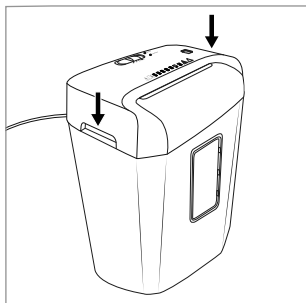

Fig. 1
- ▶ Les lames du dispositif de coupe ⑤ de l'appareil sont extrêmement tranchantes. Procédez de ce fait avec la plus grande prudence lors du montage.
- ◆ Saisissez le dispositif de coupe ⑤ au niveau des deux poignées encastrées intégrées ⑦ et placez-le sur le collecteur ⑩ de manière à ce que le cordon d'alimentation ① pointe vers l'arrière et que la fenêtre de contrôle ⑨ du collecteur ⑩ pointe vers l'avant (voir fig. 1).